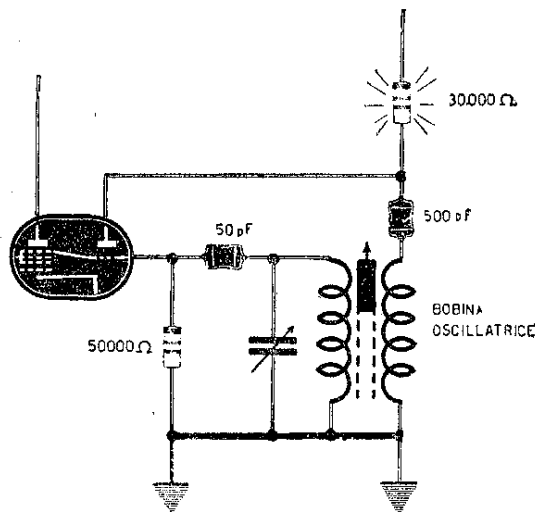

Fig. 81
**225** Controllare anzitutto se la resistenza che dà tensione alla placca risulta calda o fredda. Nel primo caso dedurremo che esiste una perdita dovuta a cortocircuito del condensatore della capacità di circa 500 pF che collega la placca alla bobina oscillatrice (verificandosi tale eventualità pure gli avvolgimenti della bobina oscillatrice riscalderanno) (fig. 81).